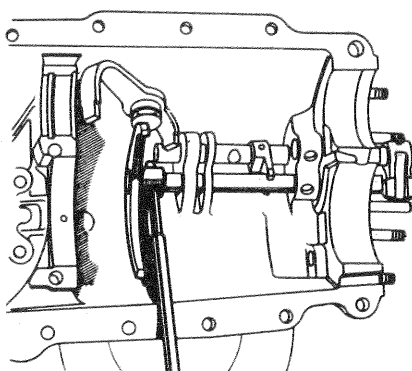

Fig. 56. — Extraction de la goupille élastique de la fourchette de 1re-2e
- Chasser, à l'aide de la broche B Vi 31 A, la goupille élastique de la fourchette de 1re-2e (fig. 56).